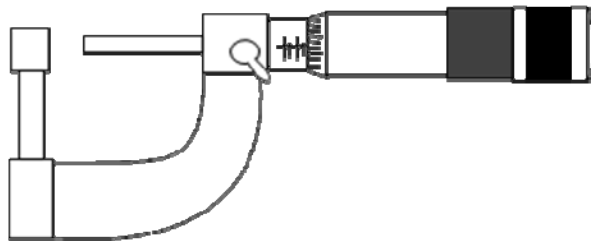

Figura 3.33
- Tope fijo tipo cilíndrico (figura 3.33)